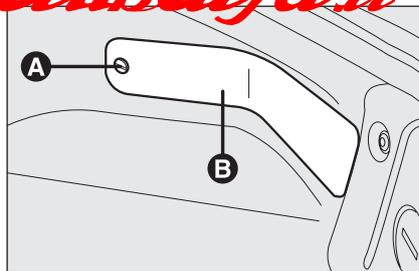

fig. 30
Per accedere a tutte le lampade sopraelencate occorre aprire il bagagliaio, agire sul dispositivo **A-fig. 30** e rimuovere lo sportello **B**.
- aprire il bagagliaio e lo sportello come precedentemente indicato (vedere **fig. 30**);